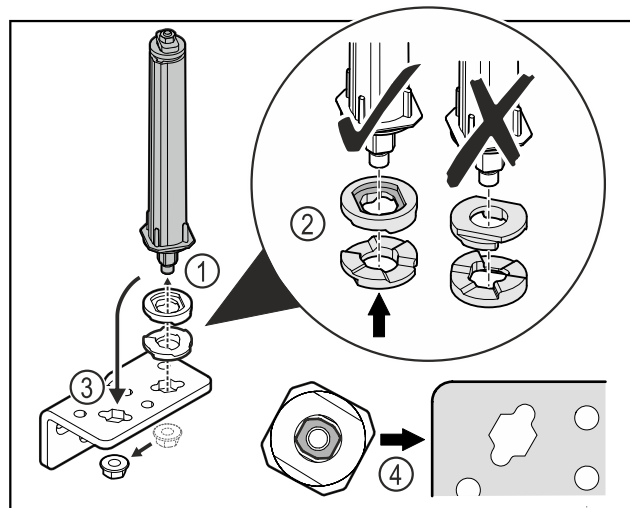

Fig. 31
- ▶ Povolte matici a odstraňte uzavírací systém dvířek Fig. 31 (1).
- ▶ Dbejte na správné vyrovnaní výškově stavitelných podložek Fig. 31 (2).
- ▶ Přesaďte uzavírací systém dvířek v úhelníku závěsu a upevněte jej maticí Fig. 31 (3).
- ▶ Při nasazování dbejte na správné vyrovnaní uzavíracího systému dvířek Fig. 31 (4).